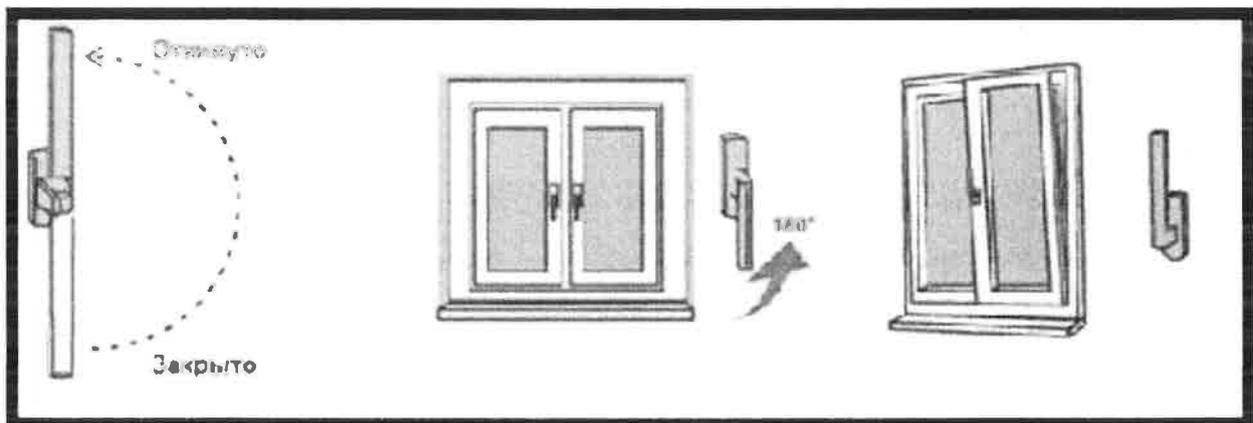

Рис.2. Схема открывания пластиковых окон при проветривании помещений.
3) Для перевода створки из закрытого положение в откидное (поворот створки относительно нижней горизонтальной оси, положение «Откинута» на Рис.2) ручку поворачивают вертикально на 180 градусов вверх, затем, потянув за ручку, поворачивают створку относительно нижней горизонтальной оси на заданный изготовителем угол (не более 10градусов) (откидной режим).
4) Для запираения створки из открытого или откидного положения ее сначала закрывают и, придерживая створку рукой, поворачивают ручку вертикально вниз (положение «Закрото» на Рис. 2).